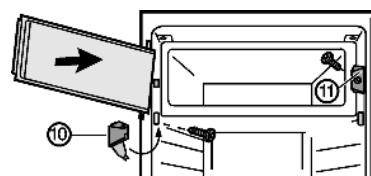

Fig. 7\*
- ▶ Monter l'élément de fermeture Fig. 7 (11).\*
- ▶ Monter le support d'appui Fig. 7 (10) et fermer le cache.\*